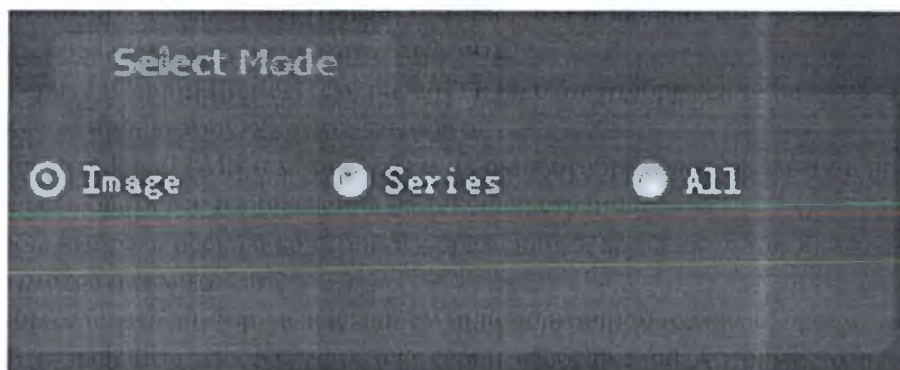

Рисунок 67 Панель выбора режима
На панели [Выбор режима] [Select Mode] (см. рис. 67) можно выбрать следующие режимы:
- Выберите [Изображение] [Image] (см. рис. 67) и на окне отображения нажмите на то изображение, которое хотите загрузить.
- Выберите [Серии] [Series] (см. рис. 67) и на окне отображения нажмите на ту серию изображений, которую хотите загрузить.
- Выберите [Все] [All] (см. рис. 67) и на окне отображения нажмите в любом месте, чтобы выбрать все изображения на текущей странице.